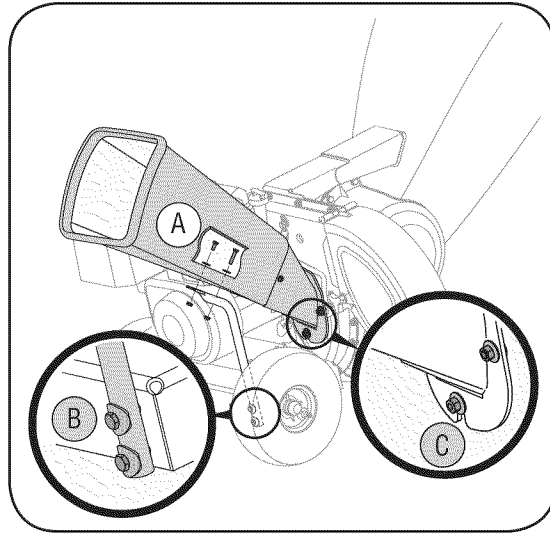

Figura 3-7
7. La cortadora trituradora fue enviada con un extremo de la traba de sostén ya unido al bastidor inferior. Afloje pero no saque los bulones que unen la traba al bastidor. Vea la Figura 3-7.